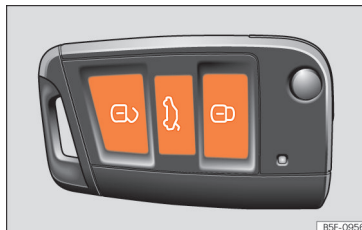

Abb. 51 Funkschlüssel: Tasten
- Verriegeln: Drücken Sie die Taste  **>>> (Abb. 51).**